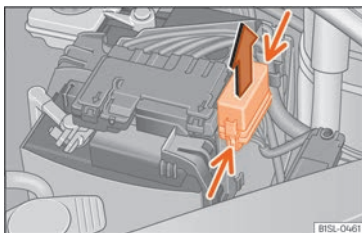

Fig. 84 Al compartiment del motor: tapa de la caixa de fusibles.
- Pressioneu les pestanyes de bloqueig en el sentit que indica la fletxa (fletxes fines) per desbloquejar la tapa de la caixa de fusibles »» **fig. 84**.